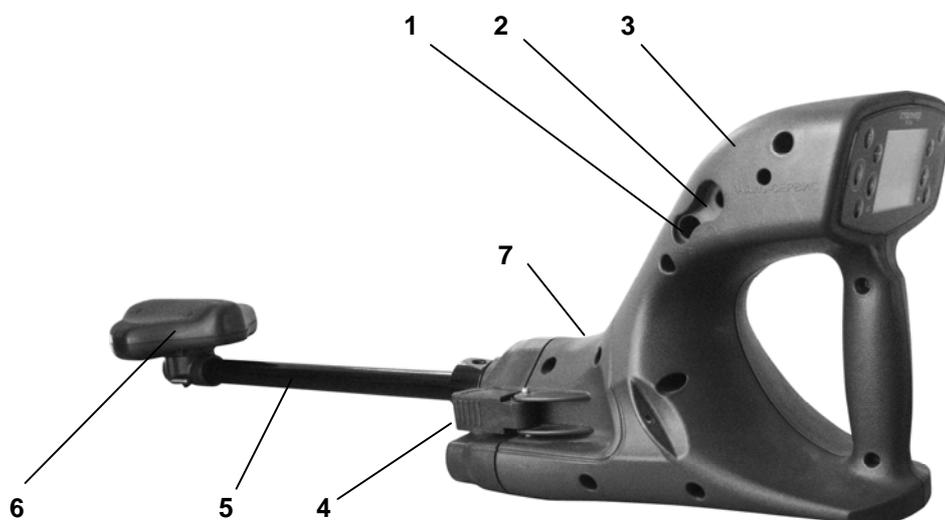

Рисунок 1.4.1 - Внешний вид приёмника с модулем магнитной антенны.
В приёмнике, оснащённом модулем магнитной антенны (см. рис. 1.4.1 поз. 5), используется индукционный метод поиска коммуникации и определения места повреждения электрического кабеля. Магнитная антенна снабжена поворотным механизмом, позволяющим устанавливать ось магнитной антенны под углом  $45^\circ$  к земле для определения глубины залегания коммуникации «методом  $45^\circ$ ». Подключение сменных датчиков позволяет находить место повреждения изоляции коммуникации по напряжению, вызванному растеканием тока по грунту.
Для зарядки штатного аккумулятора подключить выходной штекер блока питания из комплекта поставки к соответствующему гнезду приёмника (см. рис. 1.4.1, поз. 5). Блок питания включить в сеть «220 В». Завершение процесса зарядки отображается в виде заполненного символа «БАТАРЕЯ».
- застегнуть замки фиксации (поз. 6 рис. 1.4.1).